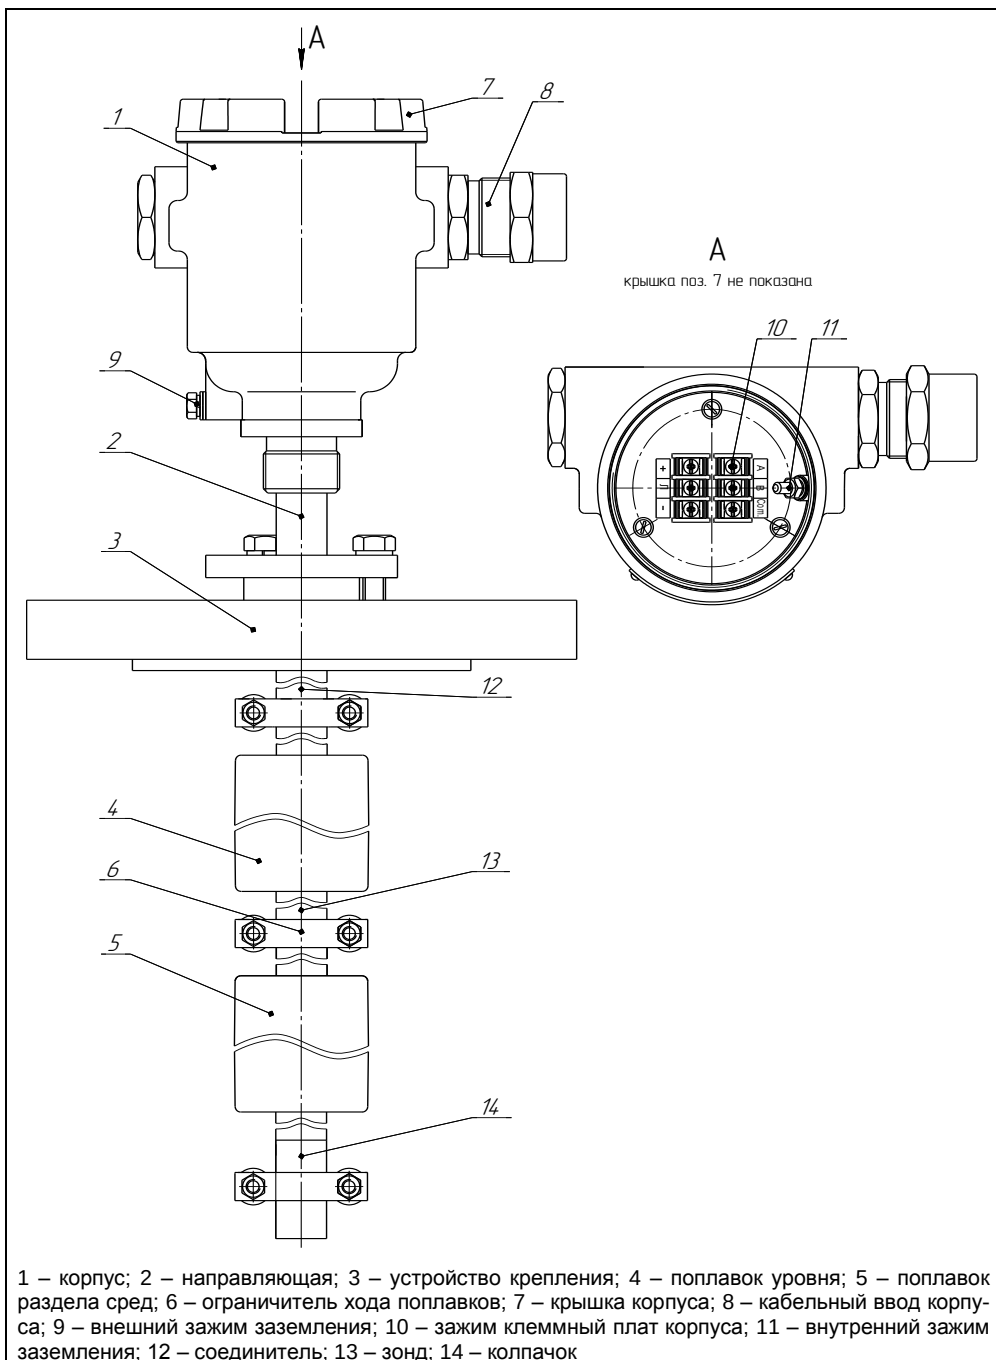

Рисунок 4
1.5.1 Преобразователь (см. рисунок 4) состоит из корпуса 1, направляющей 2, собранной из соединителей и зондов, устройства крепления 3, поплавков уровня 4, раздела сред 5 (при наличии) и ограничителей хода поплавков 6.